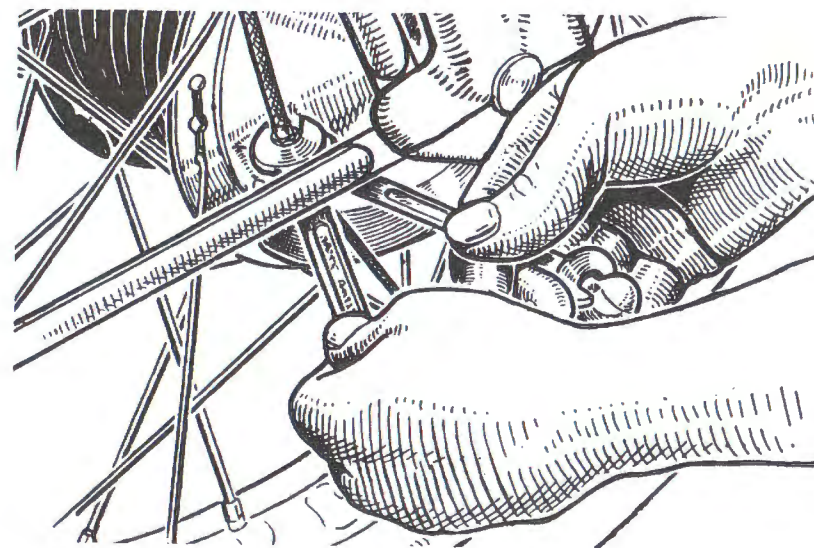
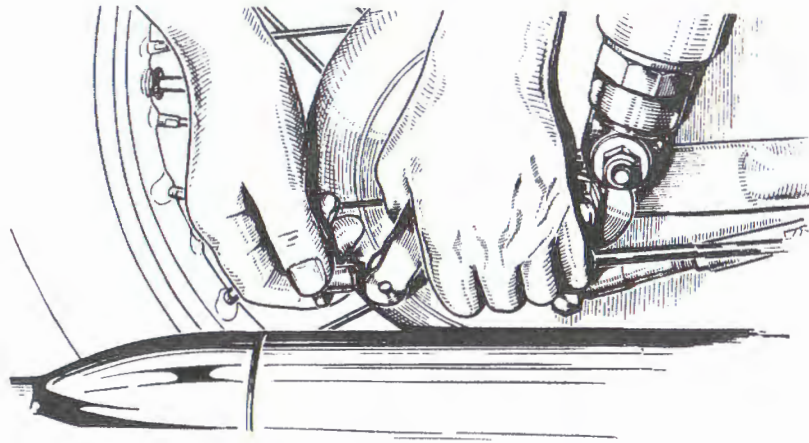

Fig. 20.
Fig. 21.
e) **REMMEN.** — De remmen moeten zodanig worden afgesteld, dat de werking voldoende is, waarbij men zorg moet dragen, dat zij in de ruststand op geen enkele wijze aanlopen. De afstelling van de voorrem geschiedt met behulp van de schroef op de flens van de remtrommel (fig. 20). Voor de achterrem moet men de moer verstellen, die zich bevindt aan het uiteinde van de remstang (fig. 21).